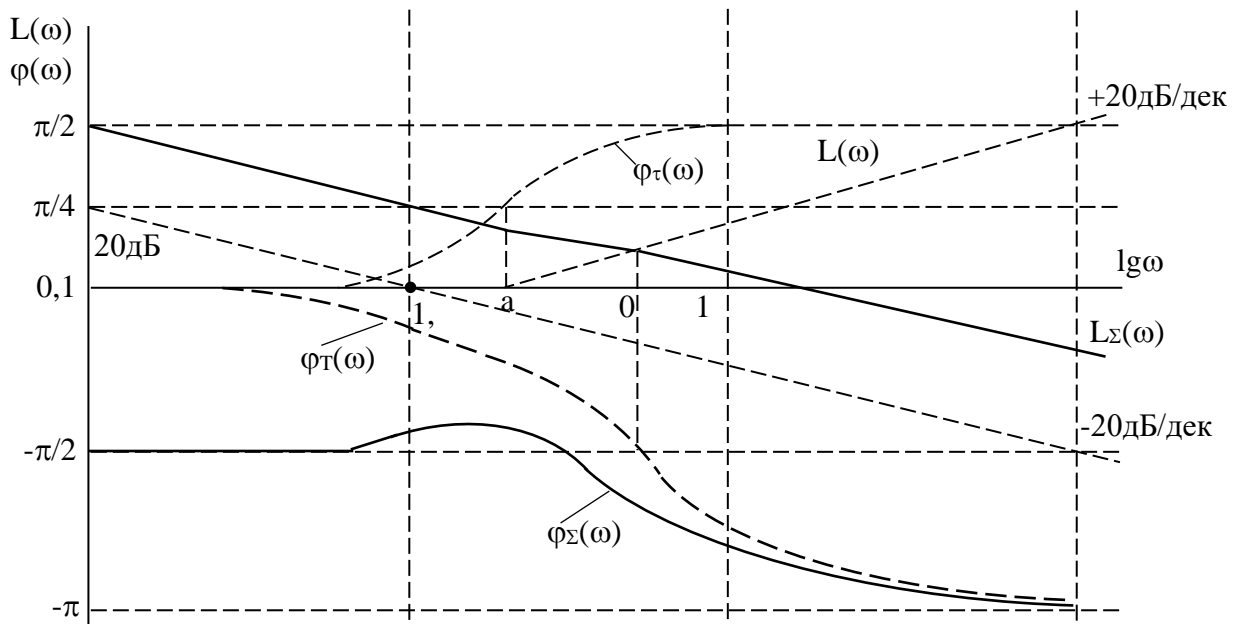

Рис. 1
6. По полученным данным на графике (рис. 1) в логарифмическом масштабе строим асимптотические АЧХ и ФЧХ отдельных звеньев.